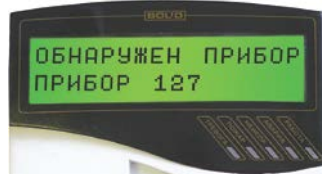

Рисунок 7
5.4.7 После включения блок должен перейти в режим «Блокировка пуска», на индикаторе пульта должны появиться сообщения об обнаружении устройства «Поток-3Н» (рис. 7), о сбросе устройства с сетевым адресом, соответствующим текущему адресу блока (заводской адрес блока 127). Если придёт несколько сообщений, накопившихся в буфере блока, их можно «пролистать» с помощью кнопок «▼» и «▲» пульта.